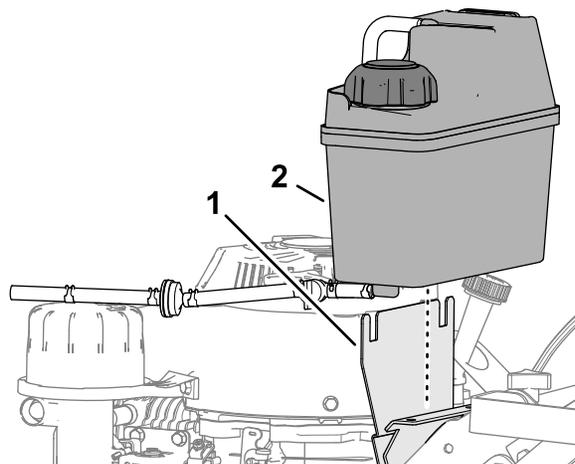

Рисунок 39
1. Совместите выступы в топливном баке с пластиной монтажного кронштейна бака (Рисунок 39).